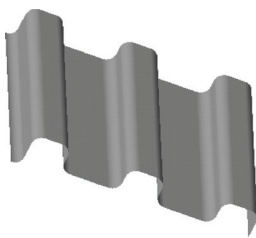

图 10-40 打开模型文件
STEP 01 单击快速访问工具栏中的“打开”按钮，打开模型文件，如图 10-40 所示。